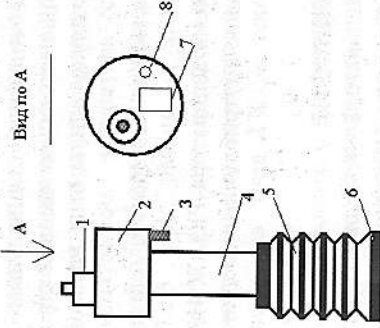

Рисунок 1.
10.1.1 Аспиратор (рисунок 1) представляет собой сильфонный насос ручного действия, работающий на прокачивание воздуха за счет раскрытия пружинной предварительно сжатого сильфона и выброса воздуха из сильфона через клапан при сжатии пружины.